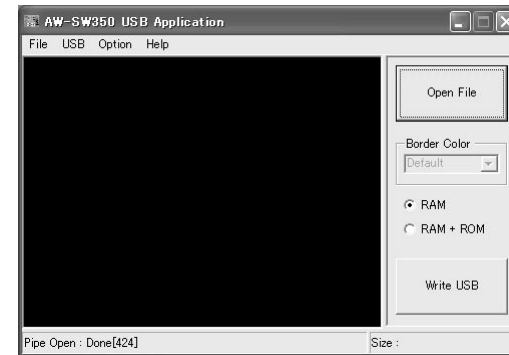

Figura 9 Pantalla principal del programa de aplicación
- 2** La pantalla principal mostrada en la figura 9 aparece cuando se inicia el programa de aplicación utilizado con el programa de transferencia de imágenes USB para el AW-SW350.